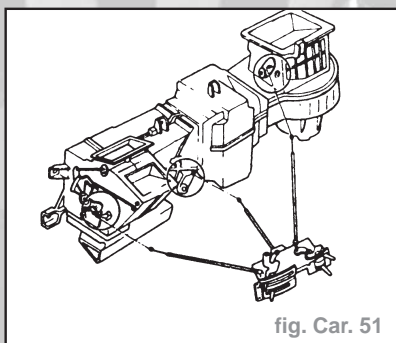

fig. Car. 51
- les câbles de commande de l'unité de chauffage (fig. Car. 51).
- les câbles de commande de l'unité de chauffage et de ventilation (fig. Car. 51).